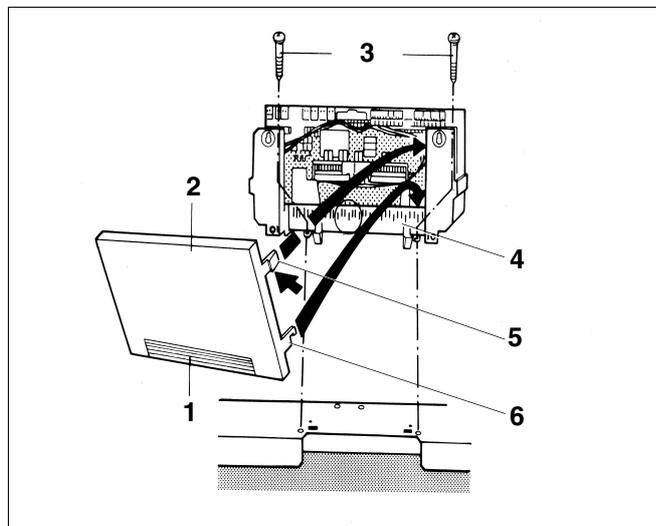
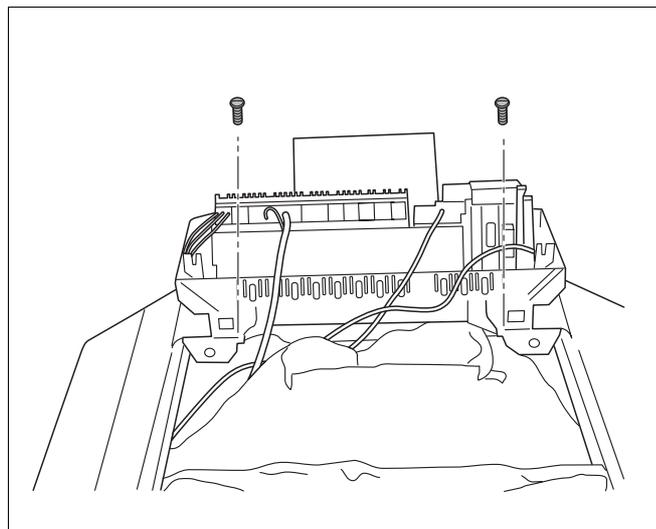

Abb. 11 Regelsystem Logamatic 4000 festschrauben
Abb. 12 Regelsystem Logamatic 2000 festschrauben
- Regelgerät hinten rechts und links im Kabeldurchgang mit 2 Schrauben (Abb. 11, **Pos. 3**) auf der vorderen Kesselhaube anschrauben, siehe auch Abb. 12.
Bei Bedarf Ausbrechteil (Abb. 11, **Pos. 1**) an der Rückwand (Abb. 11, **Pos. 2**) ausbrechen bzw. ausschneiden.
Die beiden unteren Haken (Abb. 11, **Pos. 6**) rechts und links an der Rückwand (Abb. 11, **Pos. 2**) mit dem Schlitz in die obere Kante des Schellenrahmens (Abb. 11, **Pos. 4**) einsetzen.
Die beiden oberen elastischen Schiebehaken (Abb. 11, **Pos. 5**) leicht nach innen drücken (Pfeil) und die Rückwand (Abb. 11, **Pos. 2**) so einlegen, dass die beiden Haken einrasten.
- Klemmenabdeckhaube aufsetzen und mit 2 Blechschrauben verschrauben (Abb. 11 u. Abb. 12).